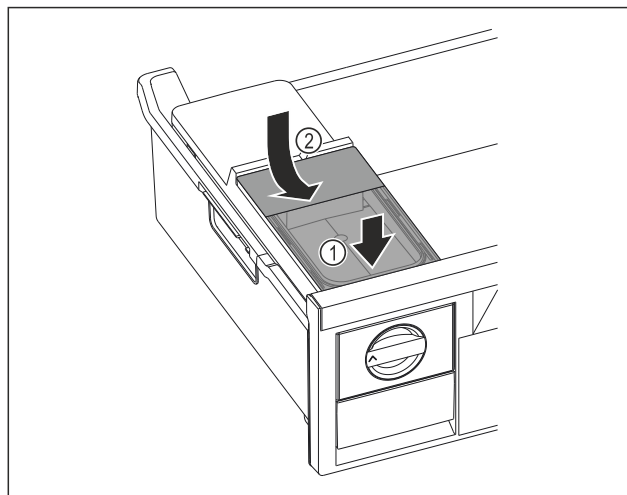

Fig. 181
- Placera vattenbehållaren framtill. Fig. 181 (1)
- Sänk ned vattenbehållarens baksida. Fig. 181 (2)